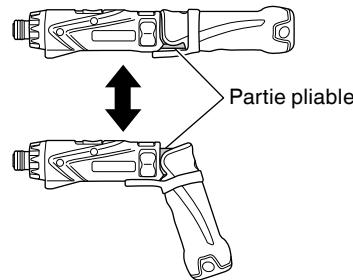

Fig. 13
- Si le couvercle en caoutchouc se détache, est endommagé ou perdu, prenez contact avec votre SERVICE APRÈS-VENTE metabo HPT AGREEÉ. (Fig. 13)